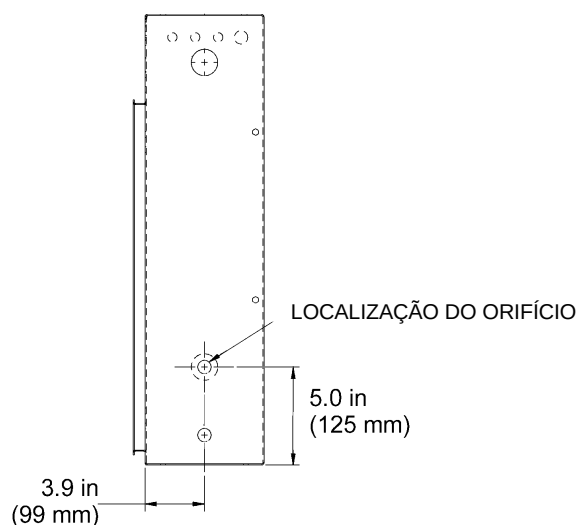

FIGURA 2.0-1 PROTECÇÃO DO MOTOR DE ARRANQUE (COM ORIFÍCIO DE MONTAGEM DA BUZINA)
3. Faça um furo com 22mm (7/8 pol.) de diâmetro no lado direito da protecção do motor de arranque, no local exibido na Figura 2.0-1.